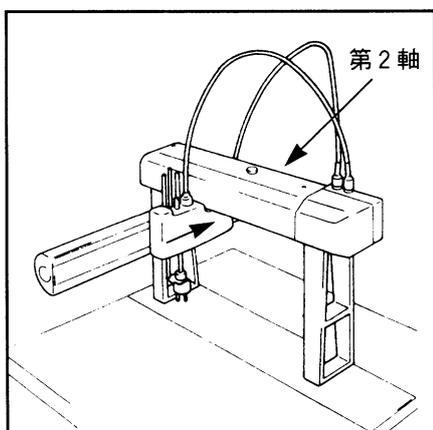

図5-52 第1軸の処置
- ① モーターケーブルおよびエンコーダケーブルはロボット本体からはずしてください。
- ② 第1軸を図5-52に示すようにマイナス側（第2軸側）メカエンドに押しあてます。